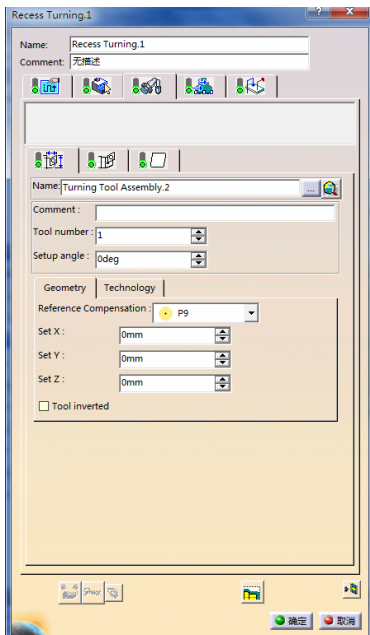

图 6-126 刀具参数选项卡 (7)
- 单击“Profile Finish Turning.1”对话框中的，切换到刀具参数选项卡(7)，在“Name”文本框中输入“Turning Tool Assembly.2”，如图 6-126 所示。